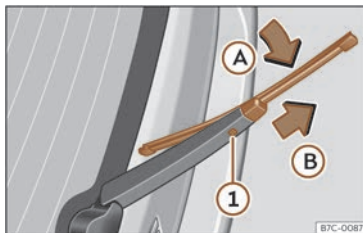

Abb. 181 Scheibenwischerblatt der Heckscheibe auswechseln.
- Das Wischerblatt leicht drehen >>> **(Abb. 181)** (Pfeil **A**).